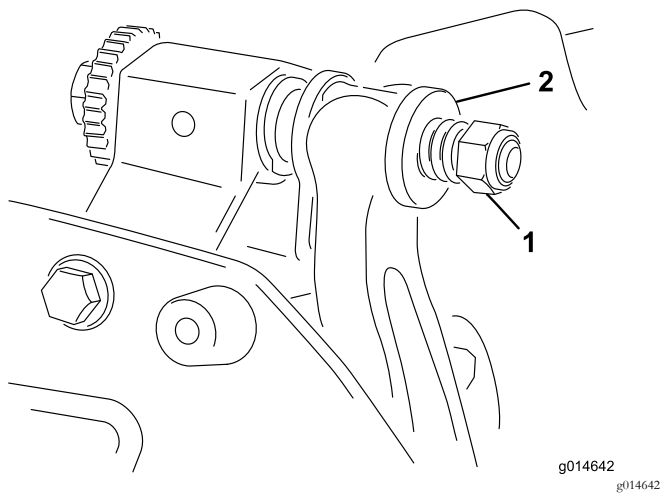

图22
- 5. 旋紧弹簧加压螺母直到弹簧完全压紧然后往回松开 1/2 圈 (图22)。